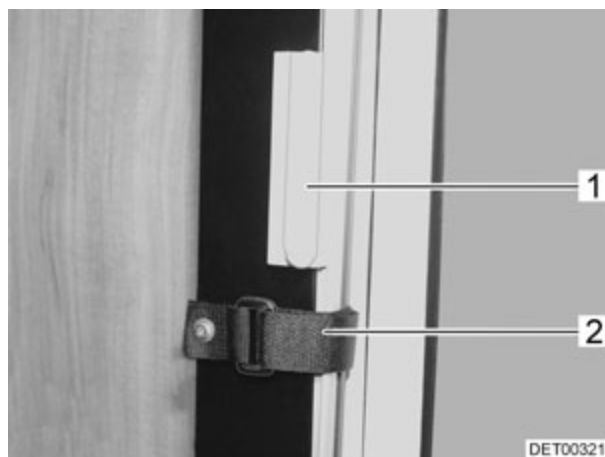

Fig. 46 Estor plegable para la ventana del conductor/ventana del acompañante (variante 2)
- Soltar el cierre velcro de los estores plegables para las ventanas laterales (Fig. 46,2).
- Coger los estores plegables por el tirador (Fig. 46,1) y cerrarlos cuidadosamente hasta que el cierre magnético lo mantenga en esta posición.
- Regresar los estores plegables para las ventanas laterales cuidadosamente desplazando el tirador (Fig. 46,1).
- Retener el estor plegable con la cinta velcro (Fig. 46,2).